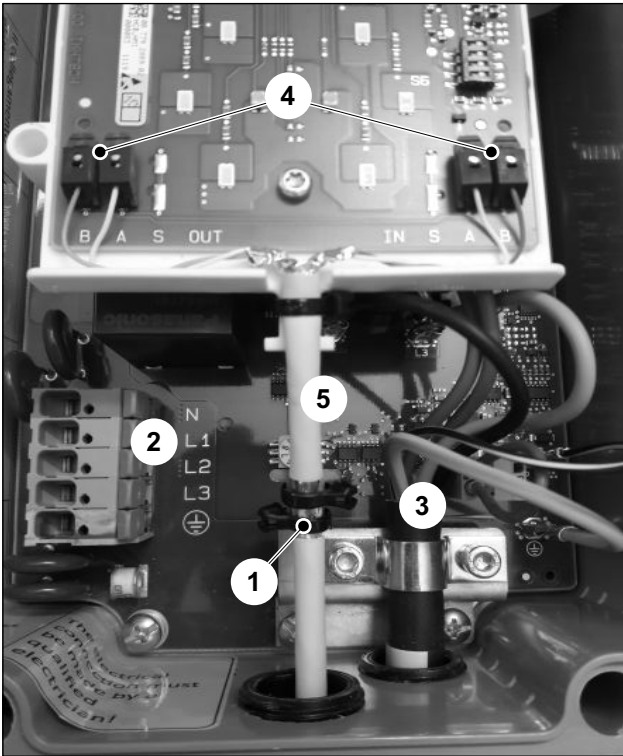

Abb. 12 Leitungsführung bei Stern-Verdrahtung
Die Einzeladern der Spannungsversorgung (Abb. 12/2) und des Ladekabels (Abb. 12/3) sollten in größtmöglichen Abstand zu den Busleitungen verlegt sein.
3. Befestigen Sie den freigelegten Schirm mit Hilfe von einem oder zwei Kabelbinder/n an der Schirmauflage (Abb. 12/1).
4. Isolieren Sie vier Einzeladern ca. 8 mm ab und schließen diese an den entsprechenden Klemmen (Abb. 12/4) an
Die Busleitung muss zwischen Schirmauflage und Anschlussplatine (Abb. 12/5) ummantelt ausgeführt sein.